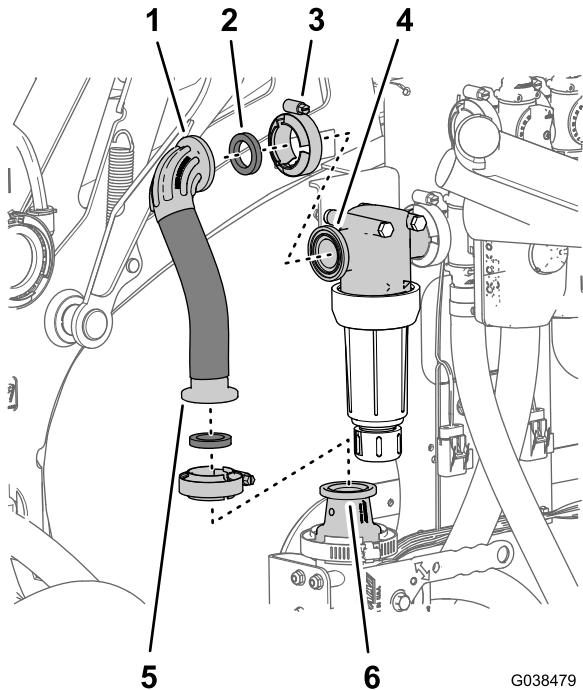

图76
1. 将上供水软管 2.5 x 22cm 的直通宝塔接头和垫片 1 x 1 3/8 英寸与清洁加药器切断阀适配器的法兰对齐 图76。
- 用法兰夹具4064mm将软管松松地安装到适配器上图76。
- 将上供水软管的90°凸缘弯头和垫片与滤头的法兰对齐图76。
- 用法兰夹具4064mm将90°凸缘弯头固定到滤头上图76。
- 紧固将上供水软管的直通宝塔接头固定至清洁加药器切断阀适配器的法兰夹具图76。